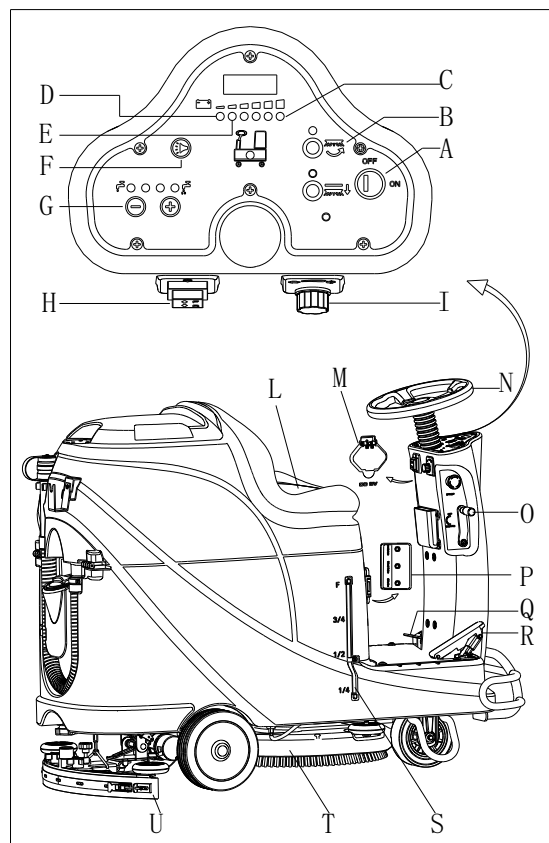

Рисунок 10
2. Сядьте на сиденье (L, Рисунок 10), вставьте ключ зажигания (A) и поверните его в положение "ВКЛ". Если зеленый индикатор (C) включен, батареи полностью заряжены для использования. Если желтый свет (E) или красный свет (D) включен, батареи должны быть заряжены перед работой. [См. главы ТЕХОБСЛУЖИВАНИЕ для зарядки батарей]
11. Отпустите педаль привода (R, Рисунок 10), машина останавливается.
12. Нажмите кнопку щетки (B), чтобы остановить мотор щетки.
13. Поднимите щеточную деку (T) нажав на педаль (Q).
14. Поднимите всасывающий скребок (U) с помощью рычага подъема/опускания скребка (O), и через несколько секунд вакуумная система будет отключена.